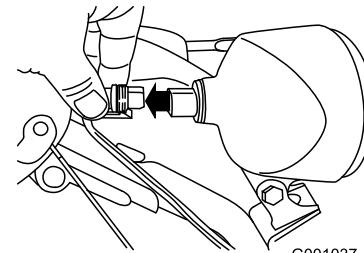

Рисунок 52
- Снимите соединитель с тыльной части фары (Рисунок 52).